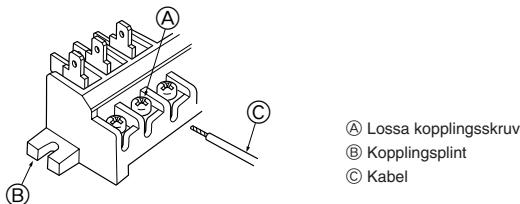

Fig. 7-6
- Var försiktig så att du inte ansluter kablarna fel. (Fig. 7-6)